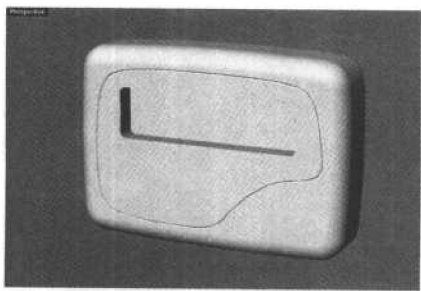

图 1.16 机身的基本框架
- (8) 现在我们要给得到的实体加入倒角, 为了操作方便, 可以先隐藏掉一个物体。选择任意一个实体, 再单击 **Hide** (隐藏物体) 工具, 隐藏选中的实体。
- (9) 用上面介绍过的方法给留下的实体做倒角, 倒角数值不需要太大, 0.1 或 0.2 就够了。
- (10) 选择 **Show Selected Objects** (显示选择物体) 工具显示刚才隐藏的实体, 同样给它赋予 0.1 或 0.2 的倒角。
- (11) 选择倒角矩形 (曲线 3), 选择 **Extrude Straight** (直线拉伸) 工具进行拉伸, 用它给刚才的实体 (小的那个) 切出屏幕部分, 此时的效果如图 1.16 所示。